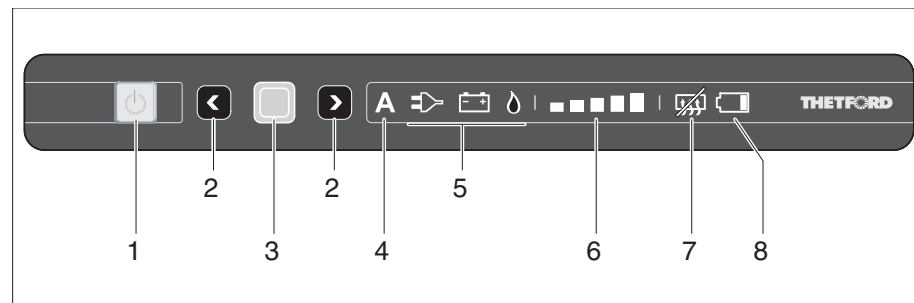

Fig. 246 Eléments de commande et d'affichage pour le réfrigérateur (Thetford sans SES)
- Appuyer sur la touche (Fig. 246,1).
- Enfoncer le bouton-poussoir (Fig. 246,1) et le maintenir enfoncé. Toutes les lampes s'éteignent.
Si le mode automatique est sélectionné, l'affichage de mode automatique (Fig. 246,4) et le meilleure source disponible (Fig. 246,5) s'allument au panneau de contrôle.
- Enfoncer la touche de confirmation (Fig. 246,3) et la maintenir enfoncée. Les symboles de modes de fonctionnement (Fig. 246,5) commencent à clignoter.
- Avec les touches de sélection (Fig. 246,2), sélectionner le régime au gaz et accepter la sélection avec la touche de confirmation (Fig. 246,3).
- Avec les touches de sélection (Fig. 246,2), sélectionner le régime 230 V et accepter la sélection avec la touche de confirmation (Fig. 246,3).
- Avec les touches de sélection (Fig. 246,2), sélectionner le régime 12 V et accepter la sélection avec la touche de confirmation (Fig. 246,3).
- Appuyer à nouveau sur la touche de confirmation (Fig. 246,3). L'affichage de niveau de refroidissement (Fig. 246,6) commence à clignoter.
- Avec les touches de sélection (Fig. 246,2), sélectionner le niveau de refroidissement désiré et accepter la sélection avec la touche de confirmation (Fig. 246,3).